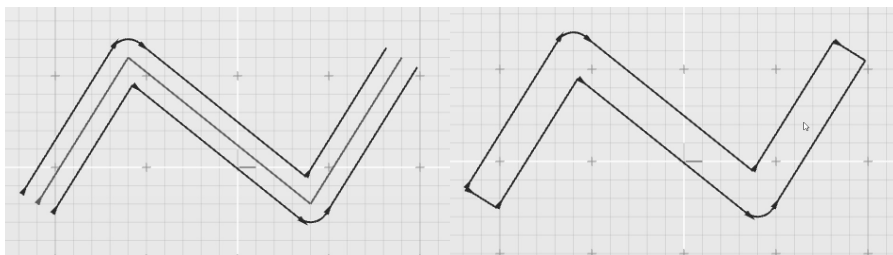

图 3-47 圆角效果(左)与圆角及封闭效果(右)
4) 尝试勾选“圆角”和“封闭”复选框, 获得相应效果, 如图 3-47 所示。